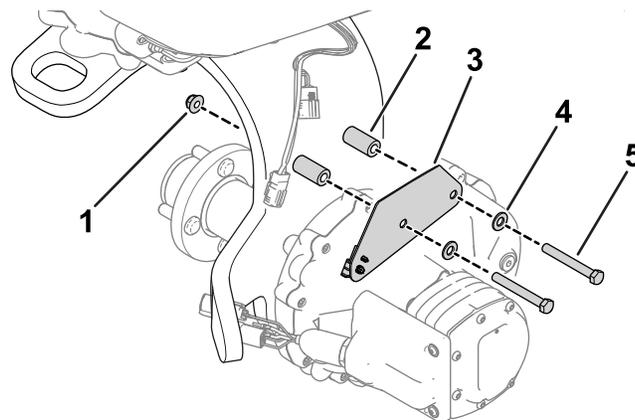

**Рисунок 3**
1. Прикрепите зажимной соединитель к кронштейну жгута проводов (Рисунок 3).